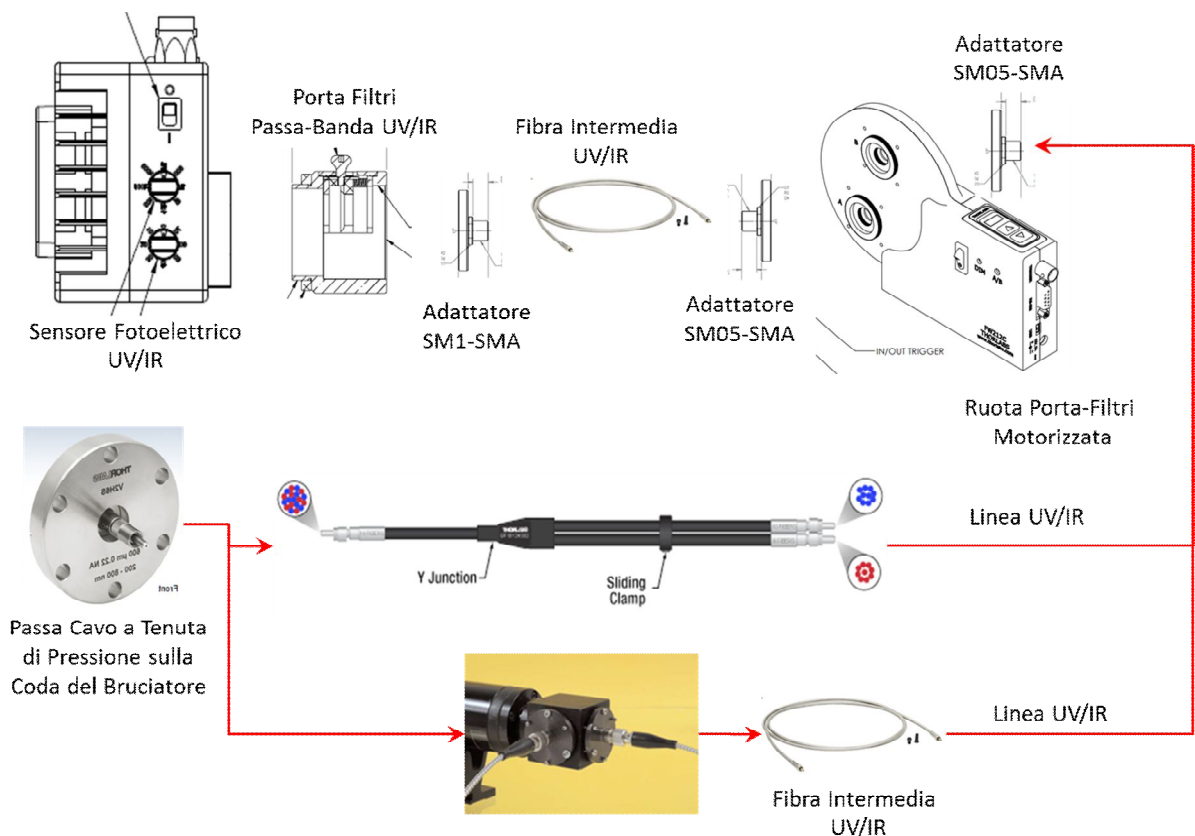
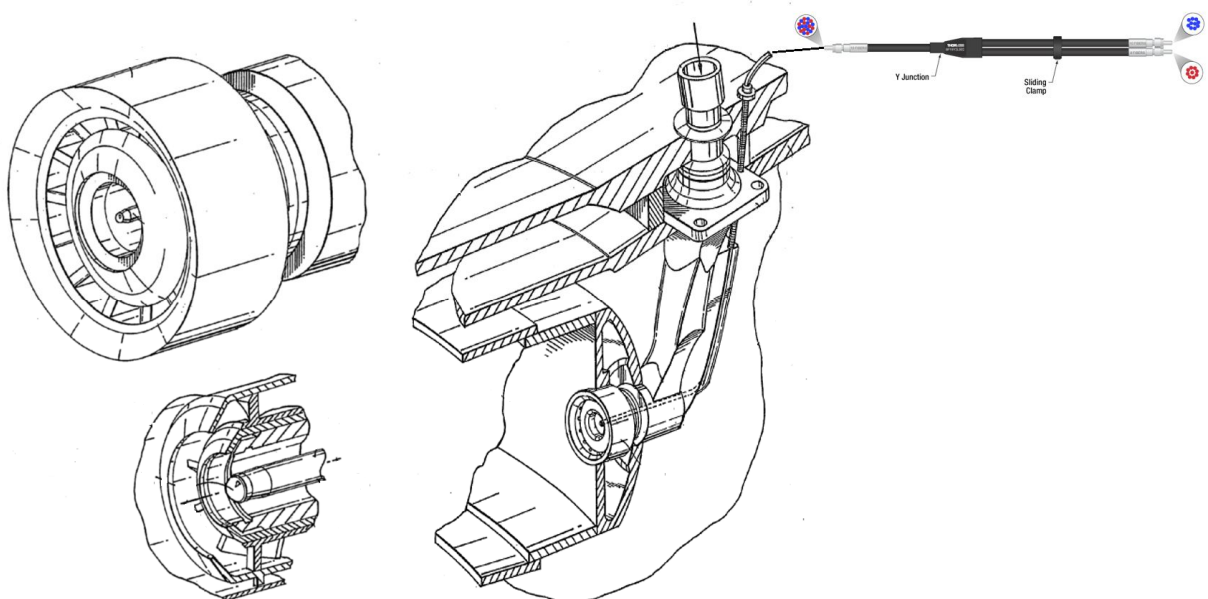

Figura 2
Figura 4
È auspicabile che le caratteristiche di risposta spettrale simulate si estendano fino all'interfacciamento con i sensori foto-elettrici, includendo, oltre alla sonda, tutti gli elementi funzionali interposti tra la sonda stessa ed il sensore (Figura 2): dalle fibre intermedie, agli adattatori, ai filtri grigi alloggiati nelle ruote motorizzate, ai filtri passa-banda disposti subito a monte del sensore fotoelettrico. Qualora ciò non fosse possibile, per tutti gli elementi non inclusi nella simulazione dovranno essere preliminarmente trasmesse le curve di risposta spettrale "da catalogo", per accettazione ad insindacabile giudizio di Co.Svi.G.. La disponibilità a fornire le caratteristiche di risposta spettrale attese, darà diritto ad una quota parte del punteggio assegnato all'offerta del "Fornitore", secondo quanto descritto nel "Disciplinare di Gara".
- Un³ adattatore SM05-SMA [Figura 2, Allegato C.1)] per la connessione della fibra in arrivo alla ruota porta-filtri motorizzata (ramo uscente dal "fiber splitter" o dal "beam splitter").
- Un Adattatore SM05-SMA per la connessione della Fibra UV/IR uscente dalla ruota porta filtri [Figura 2, Allegati C.5) e C.6)].
- Un adattatore SM1-SMA per la connessione della fibra UV/IR in arrivo al porta filtri passa-banda [Allegato C.1) e Figura 2].
In una seconda forma realizzativa, nel seguito "Esecuzione 2" (Figura 4), la Sonda Ottica, fermo restando lo schema funzionale in precedenza descritto, verrà adattata per l'inserimento in un bruciatore di derivazione aeronautica. L'angolo visivo della sonda dovrà essere valutato dopo aver definito l'effettiva posizione dell'ottica in zaffiro, accorciando opportunamente il bordo d'uscita del "Center-body" [Allegato B)]. Per i materiali di cui in Figura 2, dal "fiber splitter" al sensore foto-elettrico (inclusi), restano intese le stesse condizioni già descritte per l'Esecuzione 1.